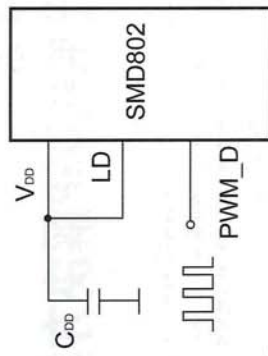

图 7
2. PWM-D 端加低频 PWM 信号调光 (占空比 0~100%), 可从灭到最亮的调节。如图 7 所示。